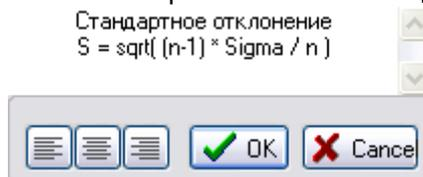

Рисунок 25 – Окно вызова Мастера настройки комментария
- **Мастер настройки.** Позволяет вызвать Мастера настройки комментария (рисунок 25). С его помощью можно добавить или изменить текст комментария, а также выровнять текст относительно краёв комментария с помощью кнопок   . Для отмены изменений можно щёлкнуть в любом месте рабочей области модуля или нажать кнопку **Cancel**;